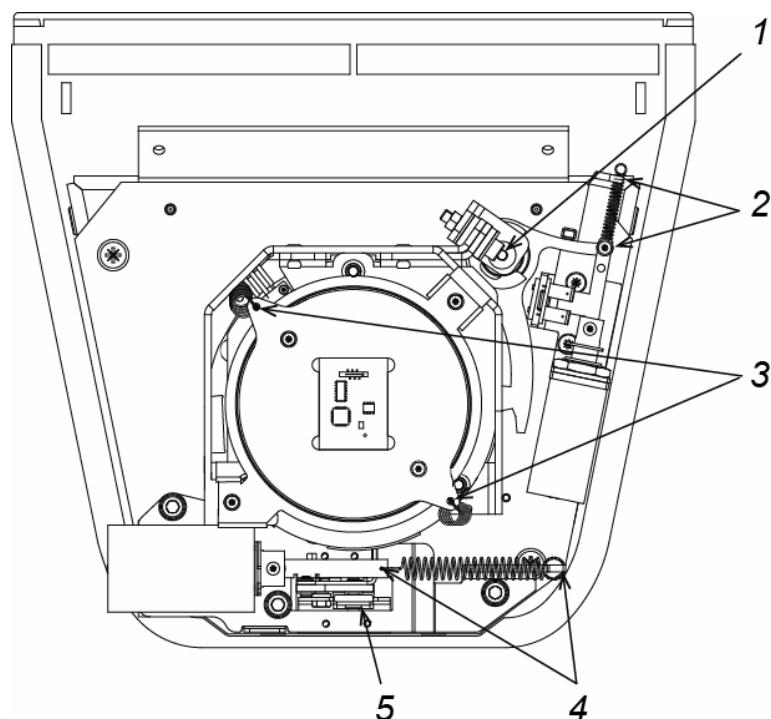

Рисунок 18. Техническое обслуживание механизма турникета
3. Проверьте надежность крепления преграждающих планок (3) к маховику и при необходимости подтяните установочные винты крепления преграждающих планок.
5. Снимите колпак турникета (1) с блоком индикации (2) согласно разд. 6.
- ось вращения рычага стопора (точка 1 на рис. 18) – смазкой **Chain and Rope Lube Spray – WEICON** или другой с аналогичными свойствами;
- места крепления пружин (точки 2, 3, 4 на рис. 18) – молибденовой смазкой;
- детали механизма аварийного открытия прохода (автоматического опускания преграждающей планки «Антитраница», точка 5 на рис.18) – смазкой **Chain and Rope Lube Spray - WEICON** или другой с аналогичными свойствами.
8. Проверьте надежность крепления кабелей в клеммных колодках платы интерфейса (10) и платы управления (9). При необходимости подтяните отверткой винты крепления кабелей.
10. Вставьте нижнюю часть зацепов колпака турникета в пазы корпуса (6) и опустите на половину высоты. Подключите кабель индикации (8) к блоку индикации турникета и к разъему **X8 (INDICATION)** платы интерфейса и опустите колпак до упора. При опускании колпака проследите, чтобы кабель индикации (8) складывался вперед и не защемлялся элементами конструкции. Зафиксируйте колпак винтами в нижней части корпуса.
11. Установите маховик (4) с преграждающими планками (3) в следующем порядке:
- Зафиксируйте маховик тремя винтами (5), установив под головку каждого винта пружинную шайбу на резьбу винтов перед вкручиванием для надежной фиксации нанесите клей-герметик.